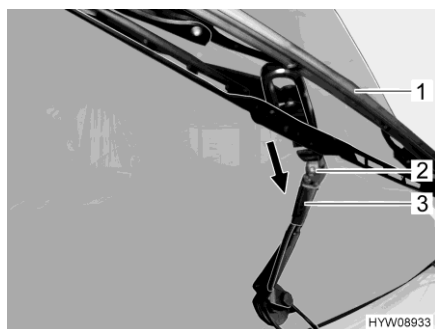

Fig. 231 Remplacer un balai d'essuie-glace
- Soulever le bras d'essuie-glace (Fig. 231,3) de sur le pare-brise et le rabattre jusqu'en butée.
- Pousser l'élément de serrage en plastique du balai d'essuie-glace (Fig. 231,1) en dehors de la fixation incurvée du bras d'essuie-glace (flèche).
- Nettoyer les buses du lave-glace (Fig. 231,2).